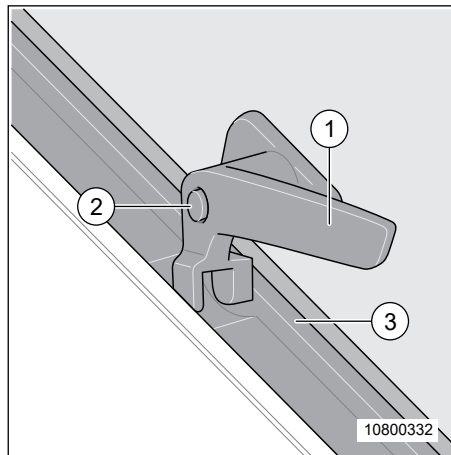

Fig. 50 Verrouillage des vitres orientables
1. Appuyer sur le bouton de verrouillage (Fig. 50, pos. 2) et le maintenir appuyé.
2. Placer le levier de verrouillage (Fig. 50, pos. 1) verticalement.
1. Fermer la vitre orientable en tirant sur le levier de verrouillage (Fig. 50, pos. 1).
2. Tirer le levier de verrouillage vers soi (Fig. 50, pos. 1) et le positionner horizontalement en le tournant dans le sens horaire. Le levier de verrouillage doit se trouver sur la face intérieure de l'entretoise de la vitre (Fig. 50, pos. 3).